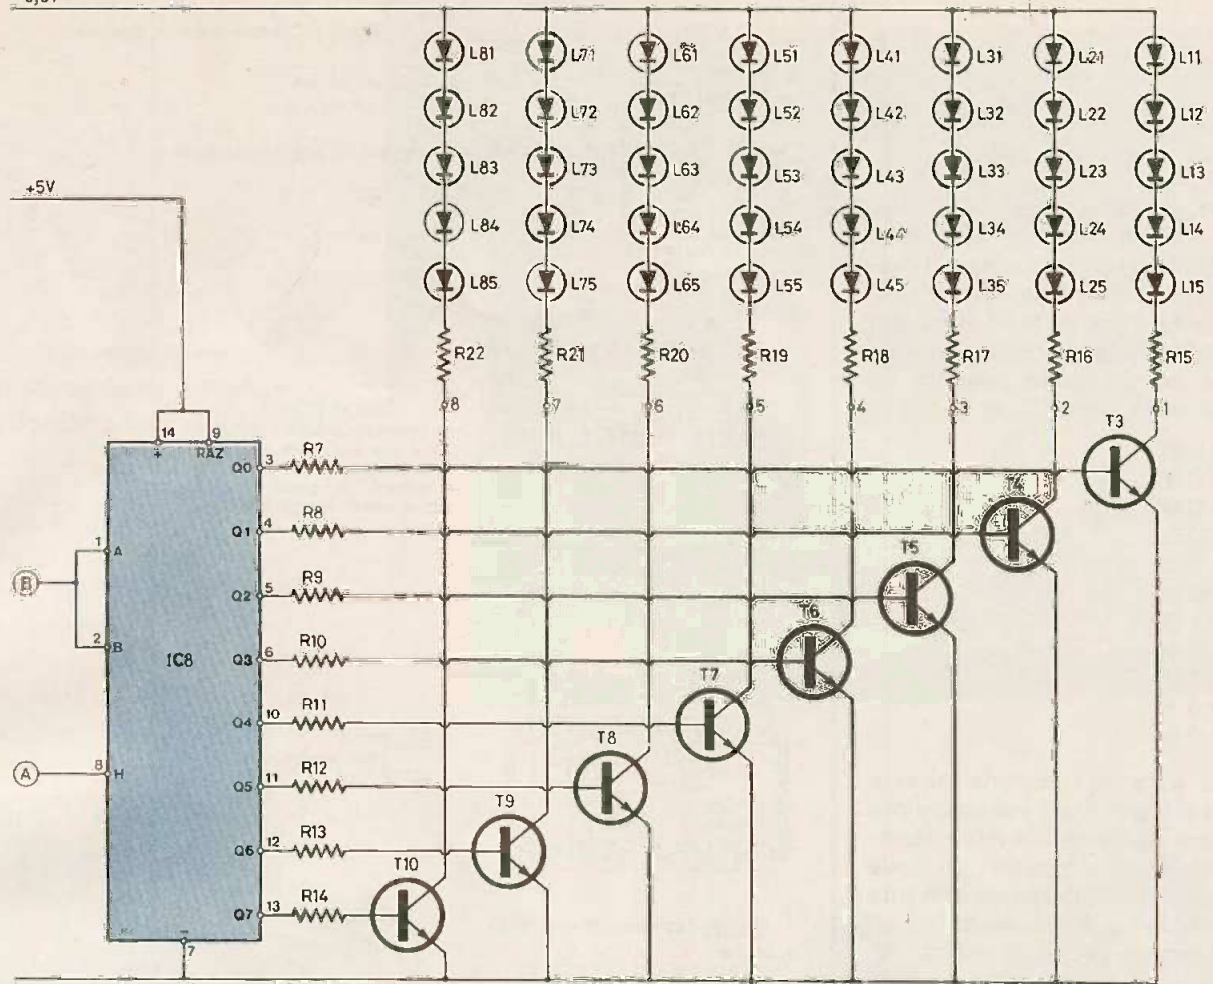

Fig. 3. — Pour le registre à décalage, l'auteur a eu recours à l'utilisation d'un SN 74T64 et les diodes ont été pilotées par des transistors PNP.
c) La séquence de base (fig. 3)